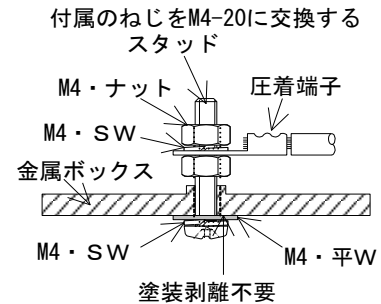

図 2-2
- (j) 金属ボックスの接地はボックス外側から締付けている既存の接地用ねじを取外し、新たにM4-20のねじを接地スタッドして取付ける。この時のボックス表面の塗装は剥離しなくてもよい。図 2-2 参照
- (k) コントロールボックス内の端子台から金属ボックスへの接地線の接続は、金属ボックス内側の(j)項目で設けた接地スタッドに接続すること。図 2-2 参照
- ①補助継電器（MY4-D）、限時継電器（H3Y-2）、フロートなしスイッチ（61F-GP-N）については、平行2本以上の場合で、補助継電器、限時継電器、フロートなしスイッチ1個につき最大片側1箇所のみとし、1本の場合には切り欠きを不可とする。
- ②端子台は端子台幅+両端から5mmまでの切り欠きを可とし、それ以上は不可とする。
- ③（H3CR-A）については、平行2本以上の場合で、最大2箇所のみ可とする。
- ④ 束線の場合は電線の本数が4本までは切り欠き不可とする。